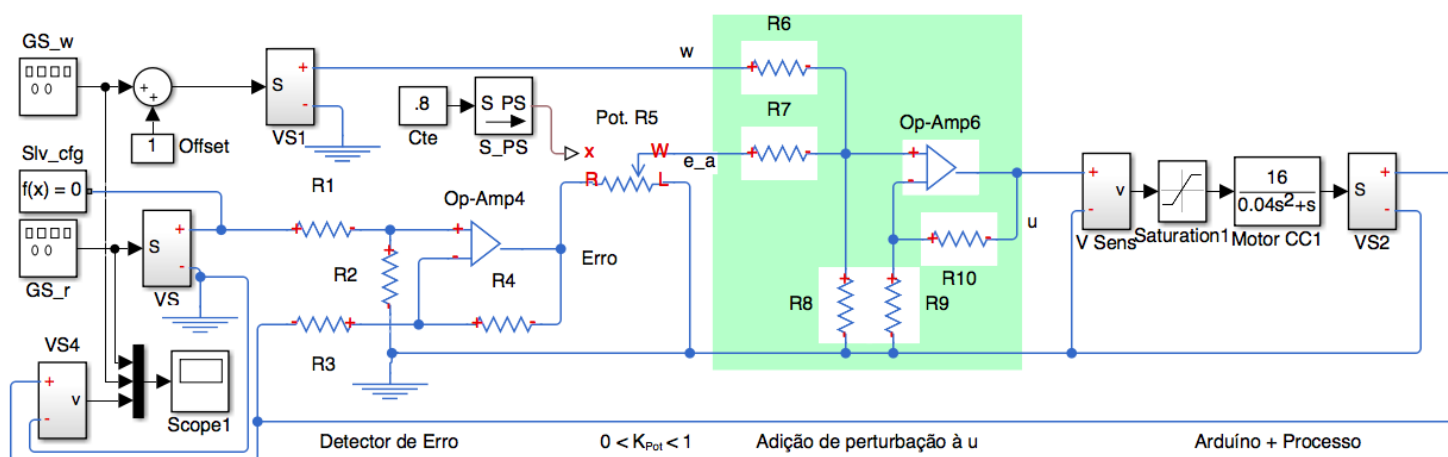

Figura 3 – Esquemático eletrônico-motor kit impressora (adaptado da documentação Prof. Egito –ENE/UnB).
A simulação do kit impressora, com destaque para as partes eletrônicas relevantes ao experimento, é mostrada na figura 3. O motor é simulado como função de transferência ideal acrescido da saturação. A zona morta do motor é compensada nominalmente pelo arduino e assim não aparece no diagrama. Observe que o potenciômetro que atenua o erro é de 10K e assim deve-se minimizar o carregamento pelo circuito subsequente.
- 4) Simule o processo (Figura 3) com os parâmetros identificados.